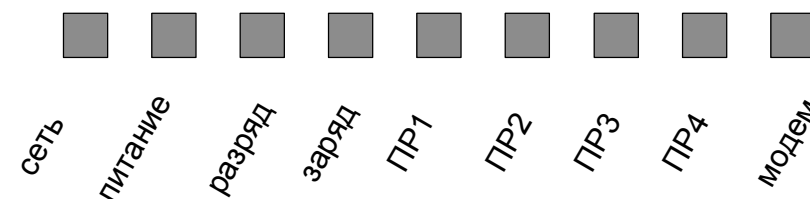

Рисунок 5. Светодиодная линейка
2.6.2. Контроль работы РШ осуществляется при помощи светодиодной линейки расположенной на его передней панели (Рисунок 5).